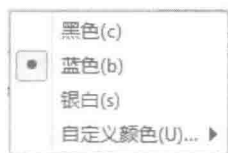

图 1-6 【风格】下拉菜单
(1) 用鼠标左键单击要使用的功能区选项卡，可以在不同的功能区选项卡间切换。当光标在功能区上时，也可以使用鼠标滚轮进行切换。
(2) 双击当前功能区选项卡的标题可以使功能区最小化。此时单击功能区选项卡标题，功能区向下扩展，待光标移出时，功能区选项卡将自动收起。
(3) 在各种界面元素上单击鼠标右键，可在弹出的菜单中打开或关闭功能区。
(4) 单击功能区右上角的【风格】，将弹出如图 1-6 所示的下拉菜单，从中选择或者自定义电子图板整体界面元素的配色风格。